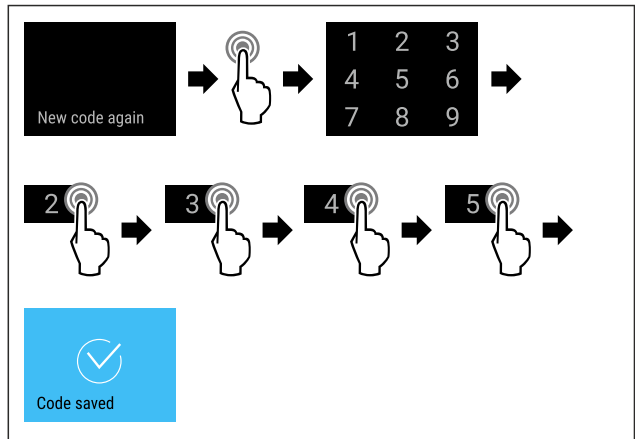

Fig. 86
- ▶ Выполните шаги действия (см. Fig. 86) .